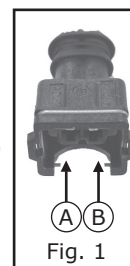

Fig. 1
**Cod. SA144:** va utilizzato se il positivo degli iniettori benzina è sul PIN A e il negativo sul PIN B, fare riferimento alla fig. 1.
**Cod. SA144INV:** va utilizzato se il positivo degli iniettori benzina è sul PIN B e il negativo sul PIN A, fare riferimento alla fig. 1.
**Cod. SA143:** va utilizzato se il positivo degli iniettori benzina è sul PIN A e il negativo sul PIN B, fare riferimento alla fig. 1.
**Cod. SA143INV:** va utilizzato se il positivo degli iniettori benzina è sul PIN B e il negativo sul PIN A, fare riferimento alla fig. 1.